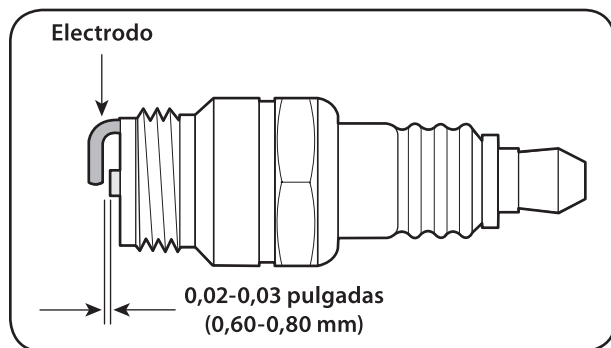

Figura 7-3
3. Mida la separación de bujía con un calibre. Corrija de ser necesario torciendo el electrodo lateral, Figura 7-3. La separación debe establecerse entre 0,02 y 0,03 pulgadas (0,60-0,80 mm).